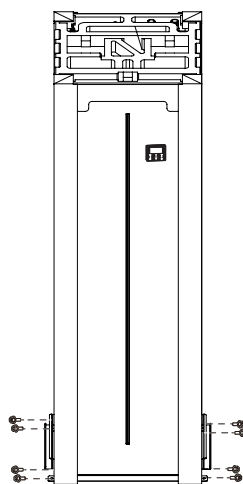

Рис. 2-5
- Выкрутите 8 винтов из листа металла и снимите лист (см. Рис. 2-5).